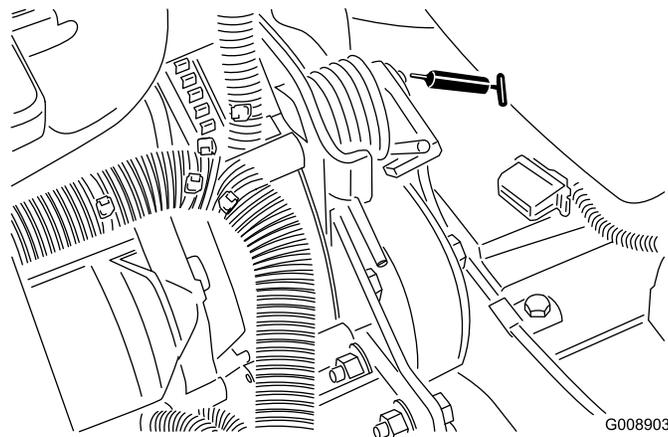

Figura 58
- Articulação da tensão da correia (Figura 58)